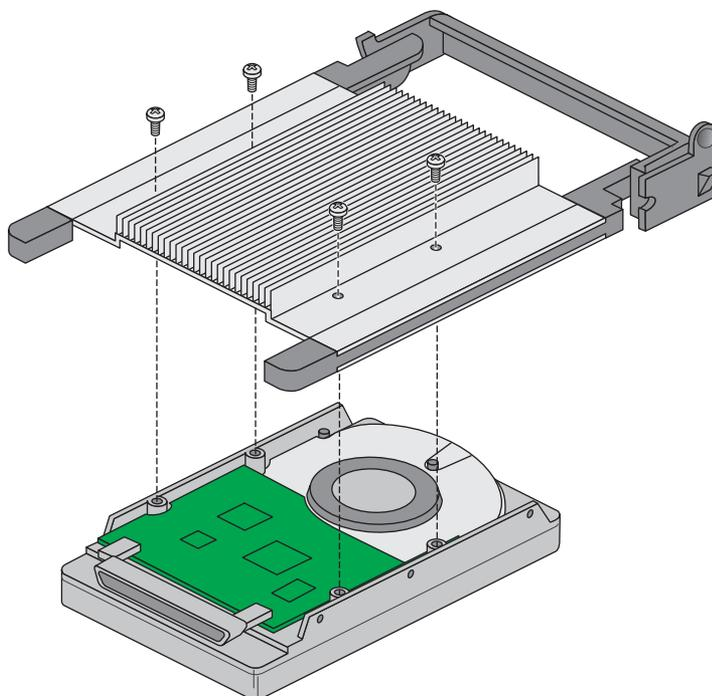

Figura 5-1 Installazione della struttura slitta e dissipatore sul disco fisso
3. Orientare l'unità in modo da avvicinarne la superficie superiore al connettore, quindi collocare la slitta in plastica e il dissipatore sulla parte superiore dell'unità (Figura 5-1).